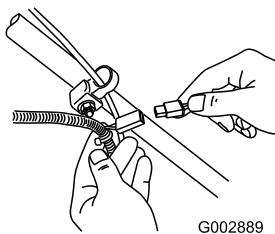

Figura 22
- Ligue o carregador à cablagem sob a chave da ignição (Figura 22).